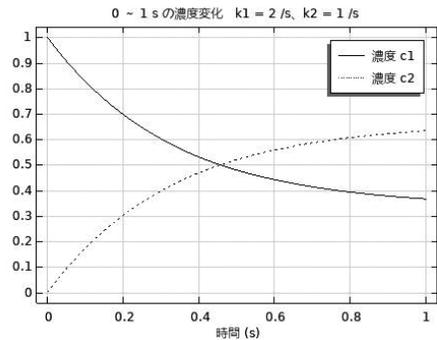

図 7 (3), (4)の解 ($k_1 = 2 \text{ s}^{-1}$, $k_2 = 1 \text{ s}^{-1}$)
12. リボンメニューの「スタディ」タブをクリックし、左端の「計算」をクリックして計算を始める。計算が終了すると、結果 > 1D プロットグループ 1 のノードで、グラフィックスウィンドウに、**図 7** のように *c1* と *c2* の 2 つの濃度の時間変化が表示される。